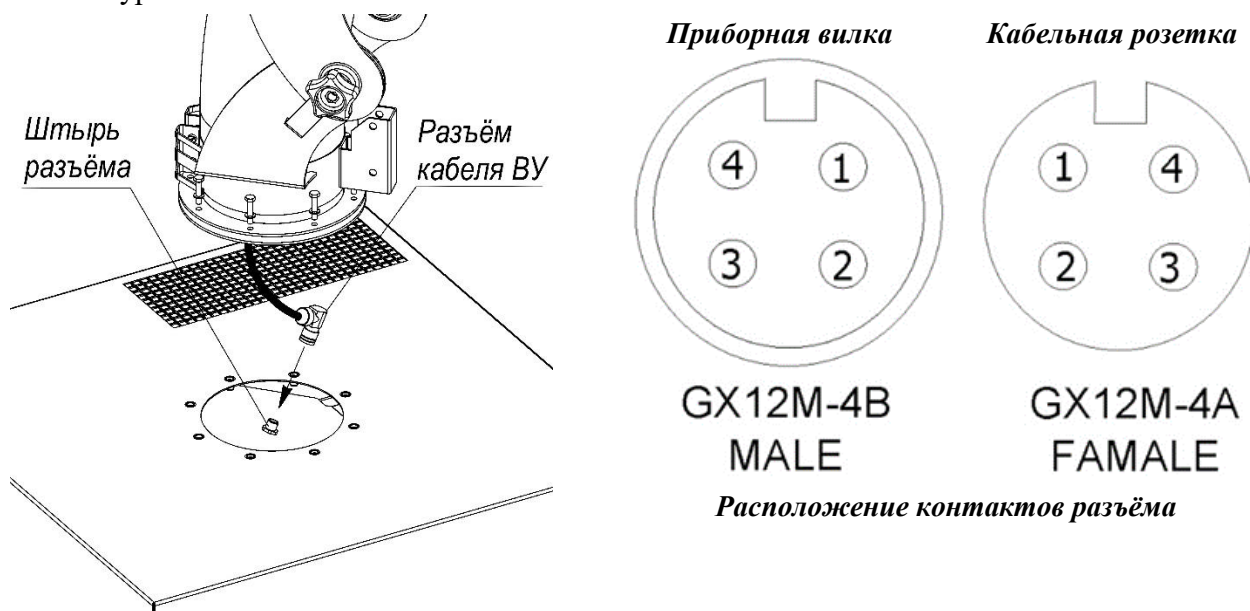

Рисунок 4
5.1.4 Для ВУ моделей КУА-М-XSL (с подсветкой) перед установкой требуется к фильтру подключить электропровод. Для этого необходимо соединить разъём, установленный на конце кабеля электропроводки ВУ, с приборной вилкой, установленной внутри камеры фильтра (рисунок 4).